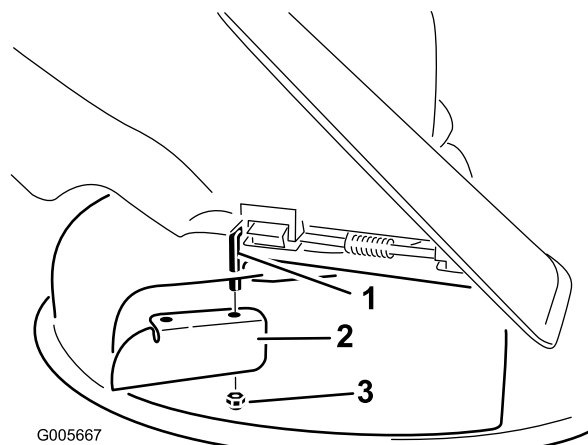

Figura 29
6. Installate il deflettore di scarico sull'asta di rotazione visibile (Figura 29). Usate il dado sottile in dotazione (3/8 pollice) per assicurare il deflettore al tosaerba.